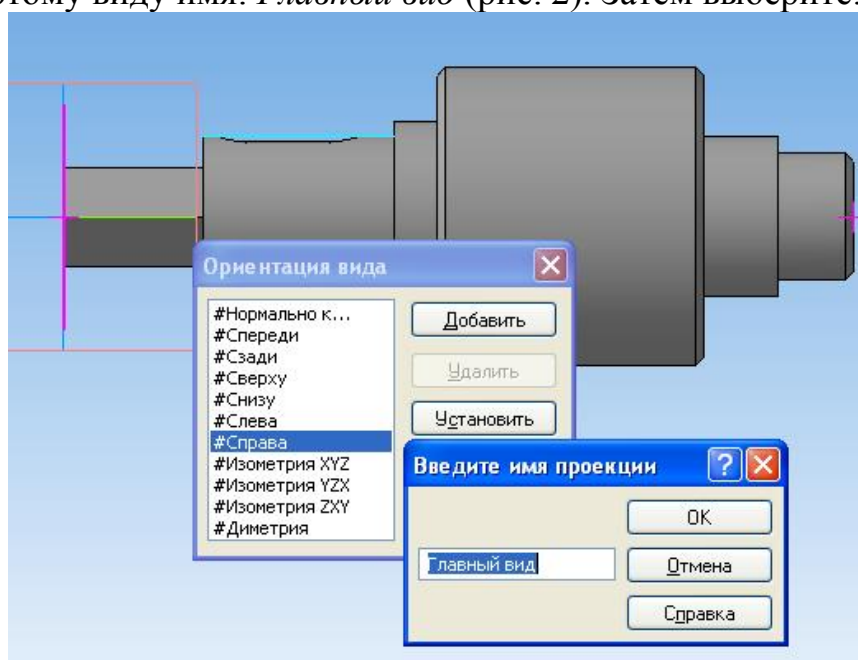

Рис. 2
4. Щелкните ЛКМ по кнопке *Добавить* и в открывшемся окне присвойте этому виду имя: *Главный вид* (рис. 2). Затем выберите: *ОК*, *Выход*.